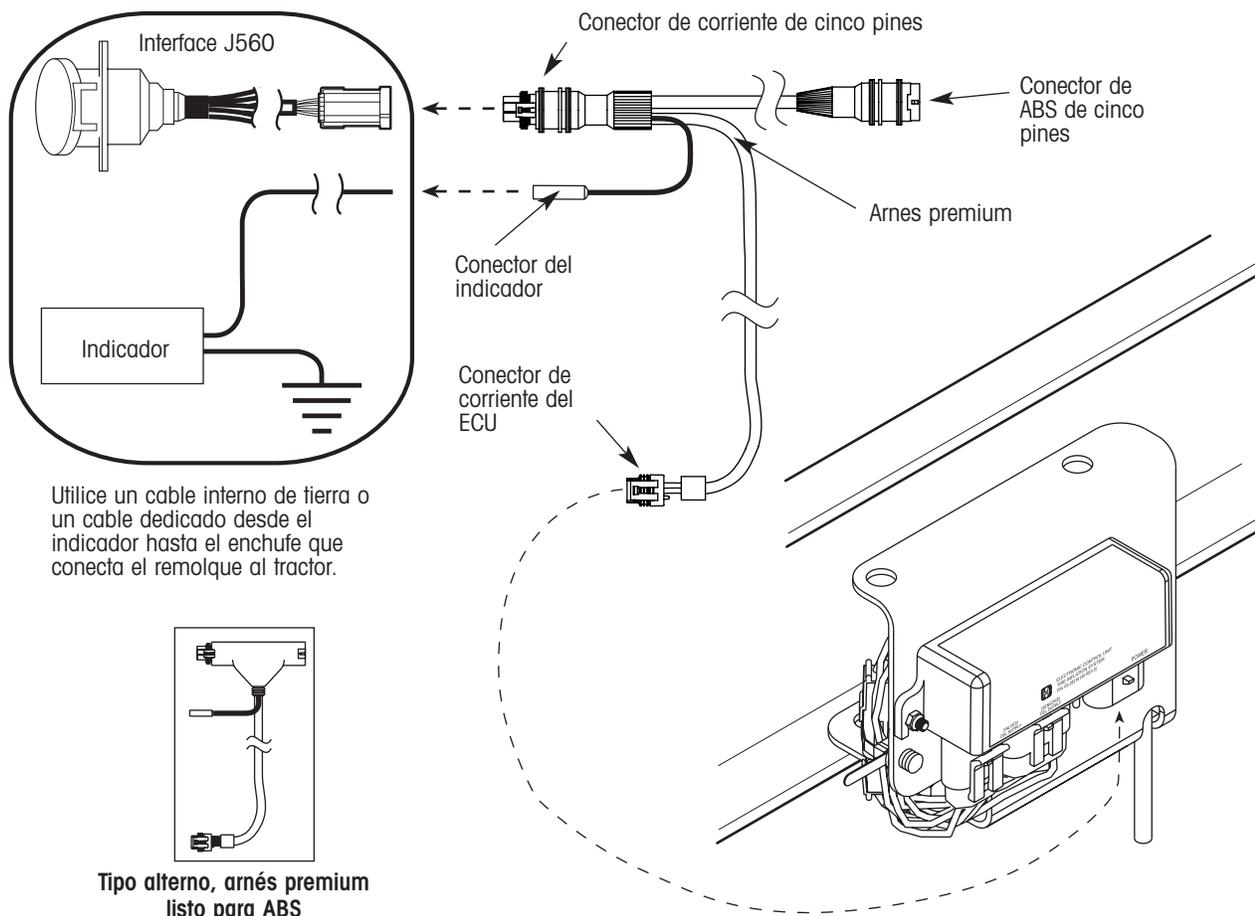

Figura 43. Reemplazo del arnes premium
1. Desconecte el conector ABS de cinco pines (figura 43).